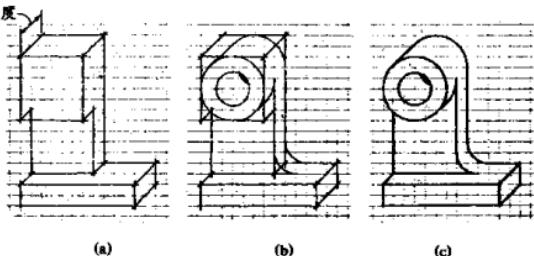

图 1-14 轴承支架的斜二测草图画法
1. 先轻轻地画出它的框架结构，如图 1-14(a)所示，后倾的斜线采用 45° ，厚度减半。
2. 在框架中，画出正面的各个圆和圆弧，如图 1-14(b)所示。
3. 擦去多余的线条，并加深轮廓，如图 1-14(c)所示。